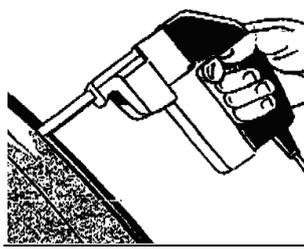

Рис. 2
2. Следя за тем, чтобы не поцарапать покрытую лаком поверхность, вырезать стекло с помощью струны или специального инструмента. Затем удалить стекло с помощью заранее установленных присосок. (рис. 2)